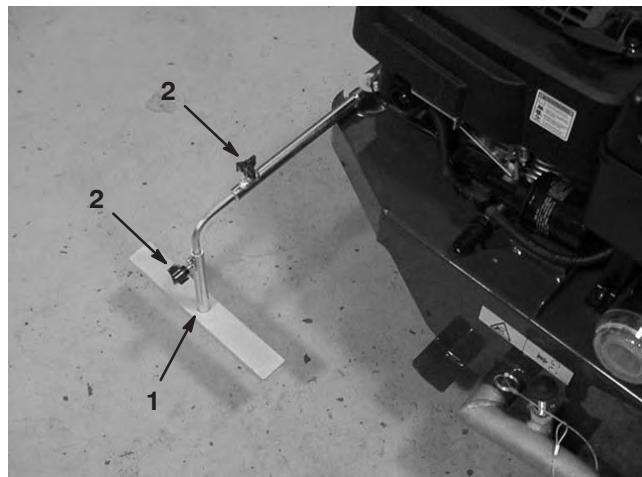

Bild 8
- Setzen Sie das Linienlineal (Bild 8) in das Rohr ein und ziehen Sie die Einstellhandräder fest.